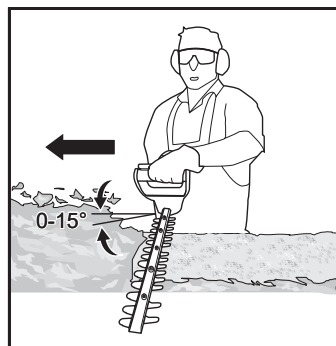

Fig. 8
7. Depois de cortar dos lados, avance para o topo. Tente manter o dispositivo de corte a um ângulo de aproximadamente 15° em relação à superfície a cortar (Fig. 8).